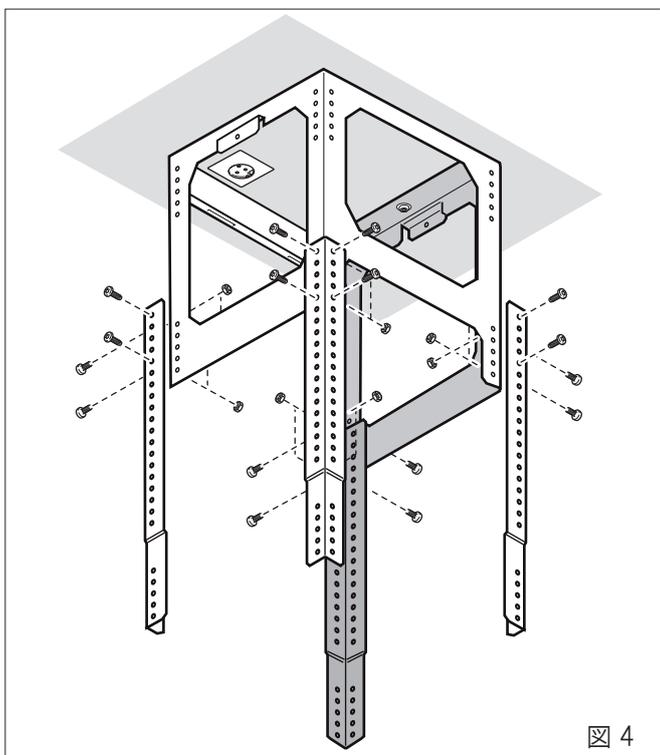

図 4
1. それぞれのエクステンションを上部吊下げ金具の外側にあてて、16 個のビスを使用して固定してください。(図 4)